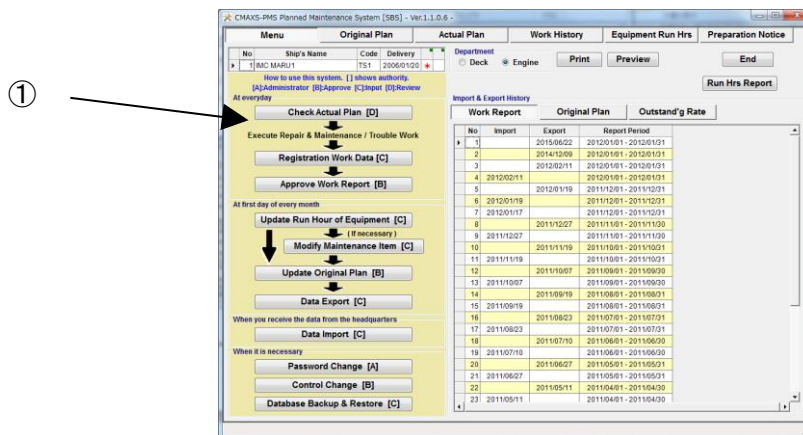

図 5-1 Menu 画面
- (1) "Menu"画面(図 5-1)で、[Check Actual Plan]ボタンをクリックしてください。